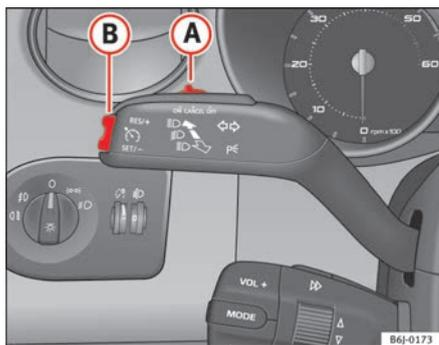

Fig. 107 Palanca de intermitentes y de luz de carretera: mando y tecla basculante para el regulador de velocidad
- Presione la parte superior de la tecla basculante **RES** ⇒ fig. 107 **(A)** para aumentar la velocidad. El vehículo acelerará mientras mantenga la tecla presionada. Al soltar la tecla quedará memorizada la nueva velocidad.
Si se reduce la velocidad programada pisando el pedal del freno, se desactiva el regulador de velocidad. Si quiere activar de nuevo el regulador, bastará con presionar una vez la parte superior de la tecla basculante **RES+** ⇒ fig. 107 **(A)**.